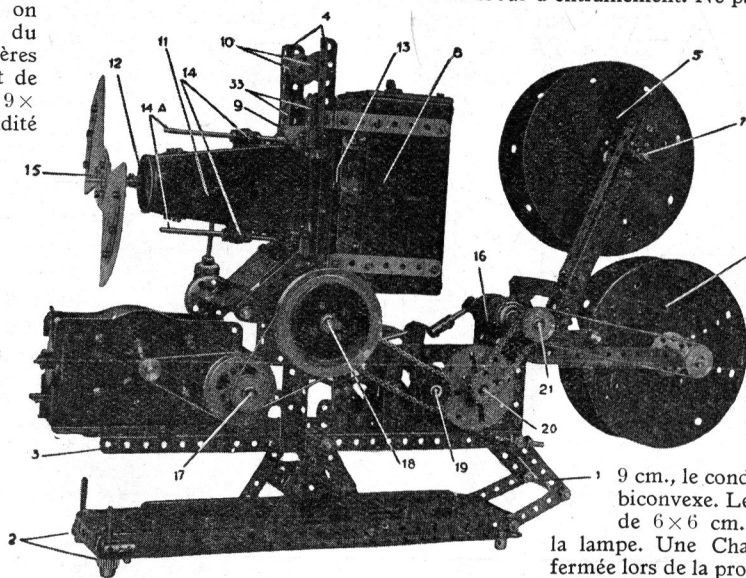

Fig. 1. — Vue générale de l'appareil de projection cinématographique construit en pièces Meccano.
Pour construire l'appareil, on procède d'abord au montage du pied formé de quatre Cornières de 32 cm., deux de 24 cm. et de deux Plaques à Rebords de 9x6 cm., lui donnant la rigidité nécessaire. Un support en forme d'A, formé de quatre Bandes de 9 cm., deux de 5 cm. et deux Bandes Coudees de 60x12 mm., maintient l'appareil sur son pied. L'examen de la figure 1 montre, clairement, de quelle façon il est monté.
Les deux montants 4, formés de quatre Cornières, deux de 14 cm. et deux de 24 cm. (voir fig. 1 et 2), supportent un arbre principal 18, mettant en mouvement d'une part l'obturateur, d'autre part les mécanismes d'entraînement; la lanterne 8, le couloir passe-vue 9 et l'objectif 11, celui-ci servant de support à l'obturateur 15.
Sur la Tringle de la bobine débitrice 5, une manivelle 7, formée d'un Accouplement et d'une Tringle, sert à enrouler le film, une fois la projection terminée (voir fig. 1 et 3).
La bobine débitrice n'est soutenue que d'un seul côté par un bras formé par 4 Cornières, dont deux de 19 cm., renforcées par deux de 14 cm. permettant la mise en place du film. Un Bras de Manivelle double sert de coussinet à l'axe de la bobine 5 et est vissée au bras par 2 Boulons de 19 mm. dont on aperçoit les écrous au-dessus et en dessous de la manivelle 7 (fig. 1).
La lanterne 8 (fig. 1 et 2), est montée sur charnières. Elle est formée de deux Plaques à Rebords de 14x6 cm. pour les côtés et d'une Plaque sans Rebords de 14x6 cm. pour l'arrière. L'avant de la lanterne est constitué par une plaque de carton de 14x6 cm. au milieu de laquelle on aura soin de percer un trou rond d'environ 35 mm. devant lequel sera maintenu, à l'aide de deux Bandes de 9 cm., le condensateur 13 bordé d'une lentille biconvexe. Le dessus est une plaque de carton de 6x6 cm. supportant la douille à vis de la lampe. Une Charnière 29 maintient la lanterne fermée lors de la projection. L'intérieur de la lanterne sera tapissé de carton mince.
5. Cornière n° 3 (fig. 1).